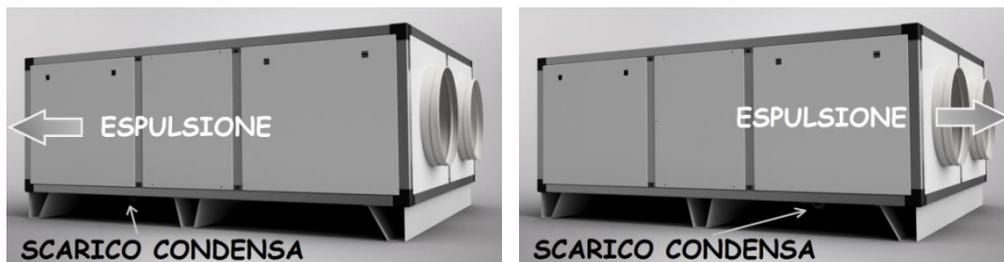

Figura 3 - Posizione scarico condensa nella versione orizzontale a basamento (configurazione Bx)
- Installare il kit di scarico condensa, fornito a corredo, sul fondo dell'unità: togliere i tappi neri, inserire il tubo filettato dall'interno e avvitare il sifone all'esterno. Sul fondo/fianco sono presenti 2 fori per adattarsi alle varie configurazioni dei flussi d'aria: il sifone va collocato sul foro lato espulsione aria (vedi paragrafi successivi e Figura 3), lasciando tappato l'altro foro.